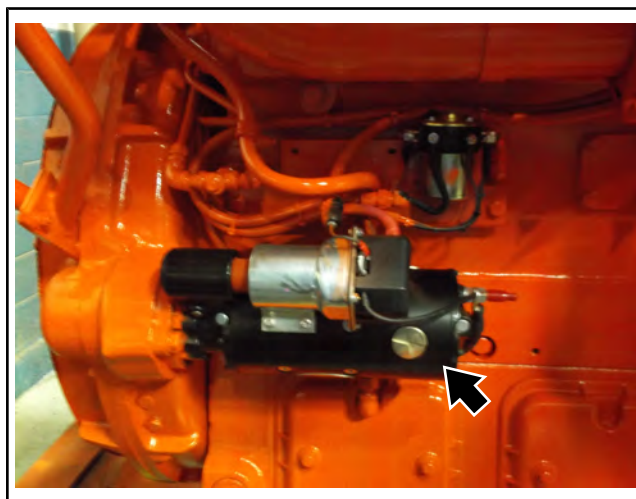

Рисунок 11.05-1: Электростартер
Осмотрите двигатель стартера и соединительные провода на предмет ослабленных соединений и изношенной изоляции (см. Рисунок 11.05-1).
1. Осмотрите двигатель стартера и соединительные провода на предмет ослабленных соединительных элементов и изношенной изоляции (*см. Рисунок 11.05-1*).